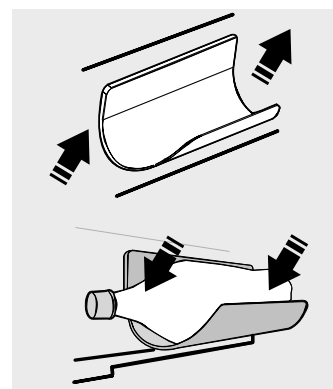

Figura 36
- El porta botellas se puede retirar del refrigerador sin necesidad de herramienta. Desplácelo con las dos manos hacia arriba. (Figura 36).
- Para instalar nuevamente el porta botellas ubique los dos fijadores sobre las guías de anclaje y desplácelo hacia abajo. (Figura 36).